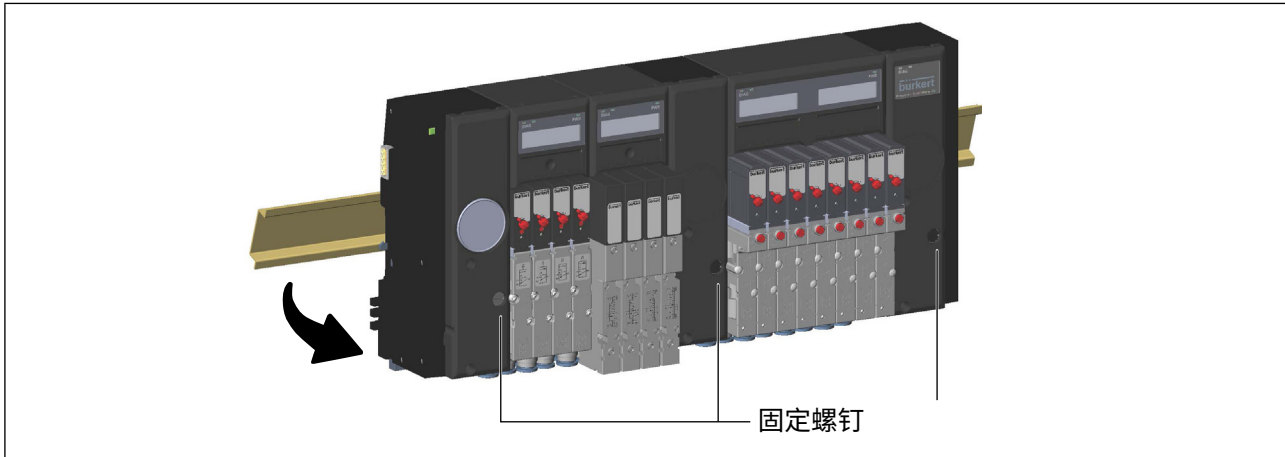

图15: 将阀块从标准导轨上拆下
- 确保阀块上的所有固定螺钉 (参见“图15”) 均已逆时针完全拧松。
→ 确保将阀块上的固定螺钉(参见“图15”)小心地逆时针完全拧松。**扶稳阀块!**松开固定螺钉后,阀块未与标准导轨牢固连接。